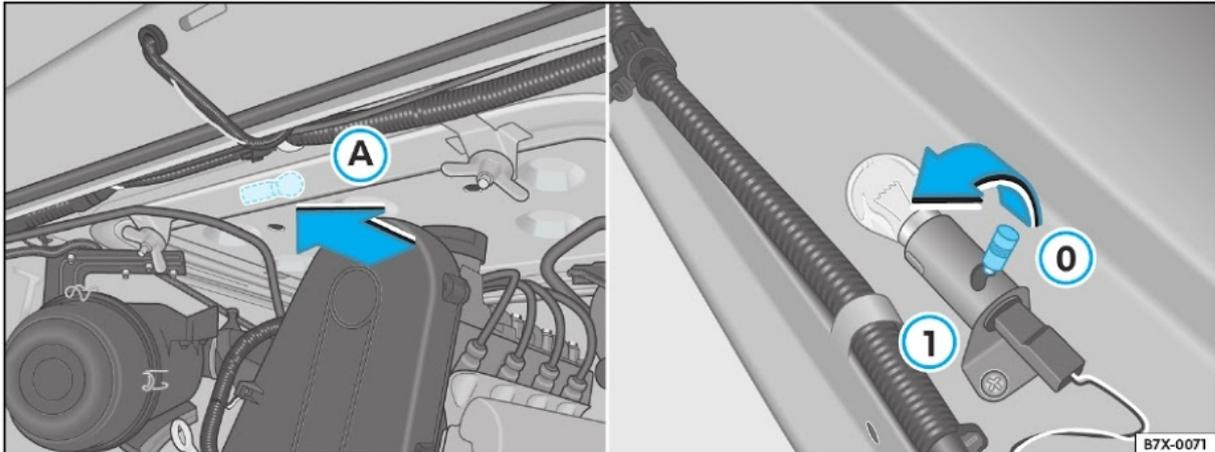

Fig. 31 Localização (A) e interruptor da iluminação do compartimento do motor
- Posicione o interruptor na posição ⇒ fig. 31 ① para ligar a iluminação do compartimento do motor.
- Posicione o interruptor na posição ⇒ fig. 31 ② para desligar a iluminação do compartimento do motor.